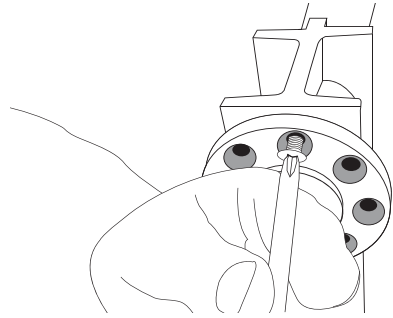

FIGURE 11
1. Dévisser et retirer les vis de la plaque d'ajustement (Fig. 11).